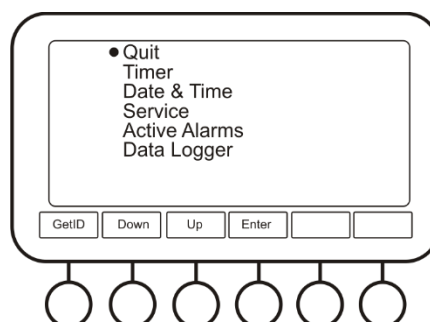

Fig. 2. Menu
- 4.9. **Incubator menu** (fig. 2).